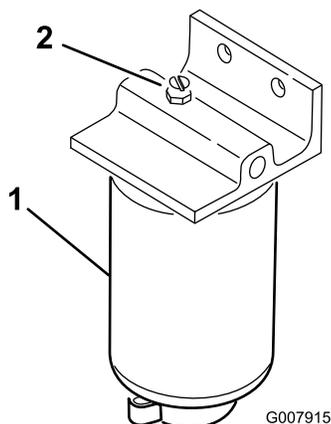

Figura 35
3. Aprite il tappo di sfato sul filtro carburante/separatore di condensa (Figura 35).